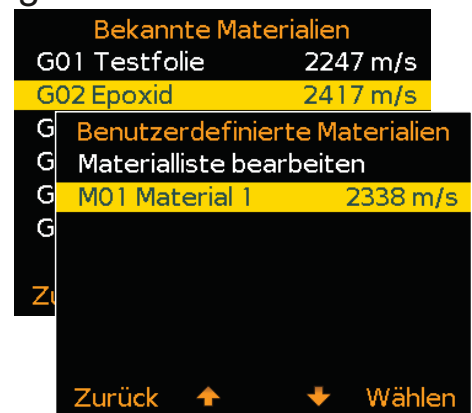

Bild 19
- 2 Markieren Sie das gewünschte Beschichtungsmaterial mithilfe der Softtasten \uparrow \downarrow und drücken Sie 'Wählen' (Bild 19).